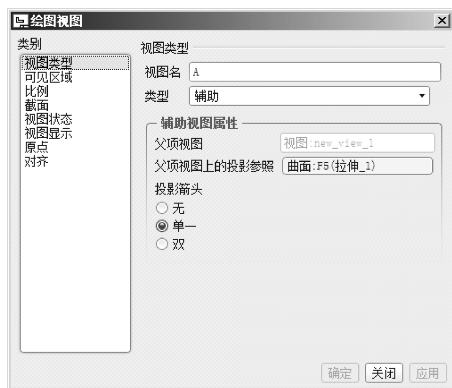
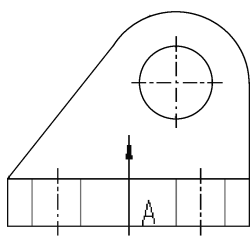

图 10-92 设置视图类型
图 10-93 插入投影箭头
(10) 在【投影箭头】处单击【单一】单选按钮，对话框如图 10-92 所示，图形区出现投影方向箭头，如图 10-93 所示。